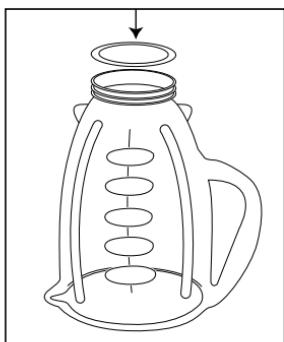

FIGURA 1
1. Ponga el vaso al revés, de manera tal que la pequeña abertura se encuentre hacia arriba. (*Figura 1*)
2. Coloque el aro de sellado sobre la abertura del vaso. (*Figura 1*)